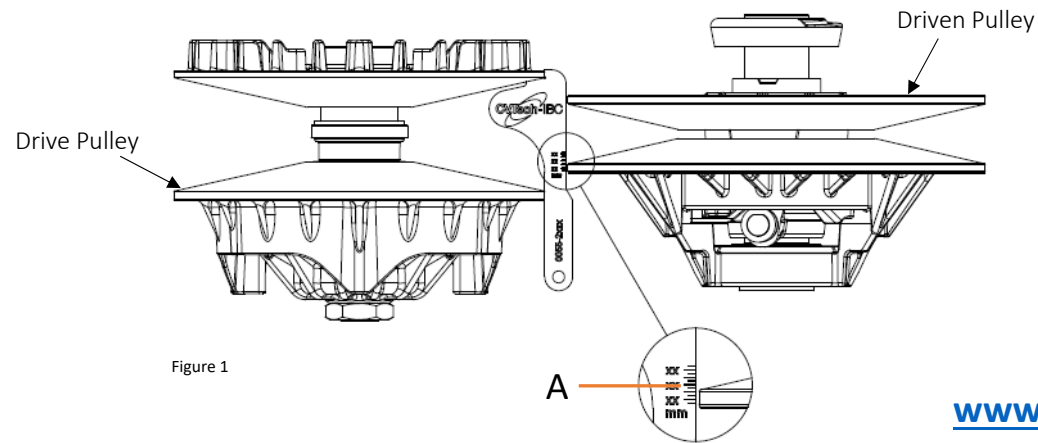

Figure 1
- Une fois l'installation terminée, vérifiez l'alignement entre les poulies avec l'outil d'alignement. Assurez-vous d'obtenir la cote A (figure 1) et le numéro de pièce de l'outil d'alignement approprié (reportez-vous au manuel du propriétaire pour les deux).
- After completing the installation, check the alignment between the pulleys with the alignment tool. Make sure to obtain dimension A (figure 1) and the proper alignment tool part number (refer to owner's manual for both).